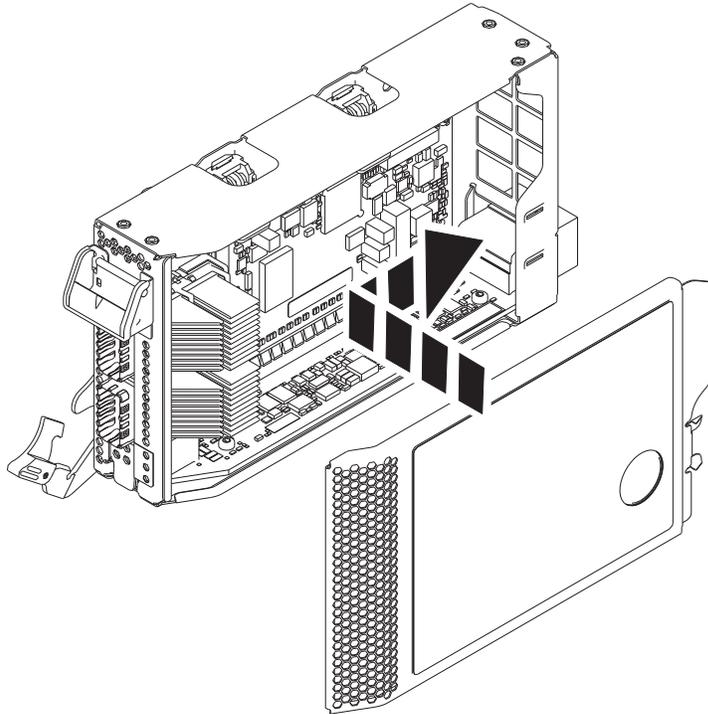

Figura 20. Substituir a tampa da cassete do adaptador PCIe
- a. Alinhe e deslize a tampa da cassete para a posição na cassete, como é mostrado na Figura 20.